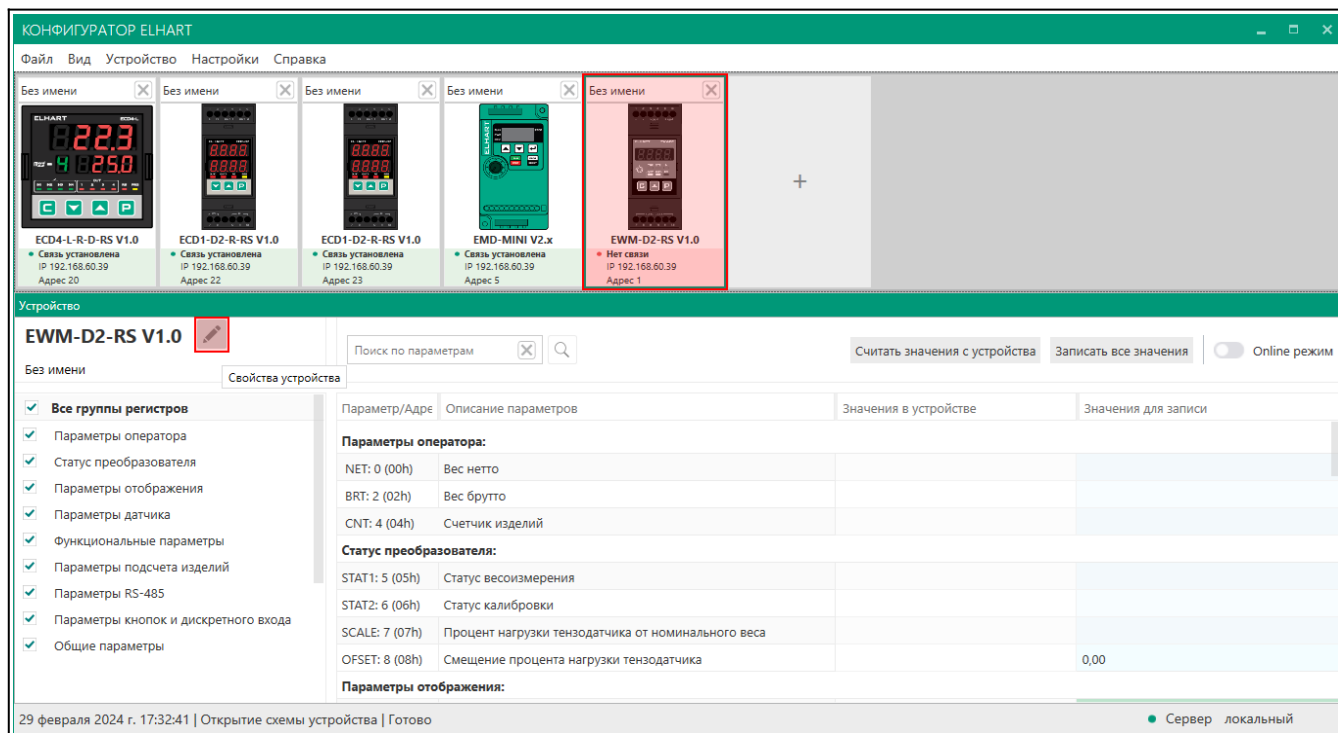

Рисунок 35
2. Нажать на кнопку *Свойства устройства*  (Рисунок 35).